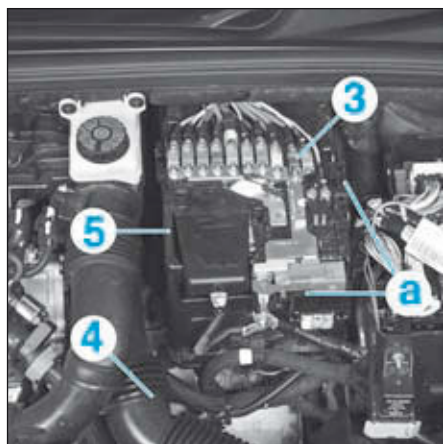

FIG.105
- Dégraffer en "a" et écarter, par le haut, le boîtier fusibles (3) (Fig.105).
- le conduit d'air (4),
- le carter de protection (5) de la batterie,